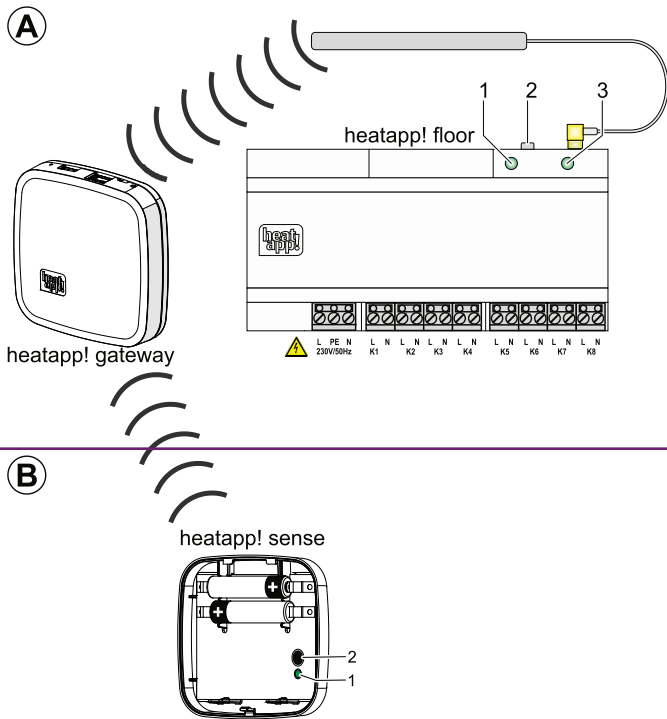

Abb. 8: heatapp! floor / heatapp! sense anmelden
1. Wählen Sie im Menü des **heatapp! gateway** unter "*Funkkomponenten*" den Menüpunkt „An- / Abmelden“ und dann „Anmelden“. Sie werden aufgefordert, die Lerntaste (Abb. 8, Pos 2) zu drücken.
2. Drücken Sie die Lerntaste (Abb. 8, Pos 2) für 2 Sekunden (siehe auch Kapitel 3.4.1.2 "Funktionen der Lerntaste", Zeile "b").